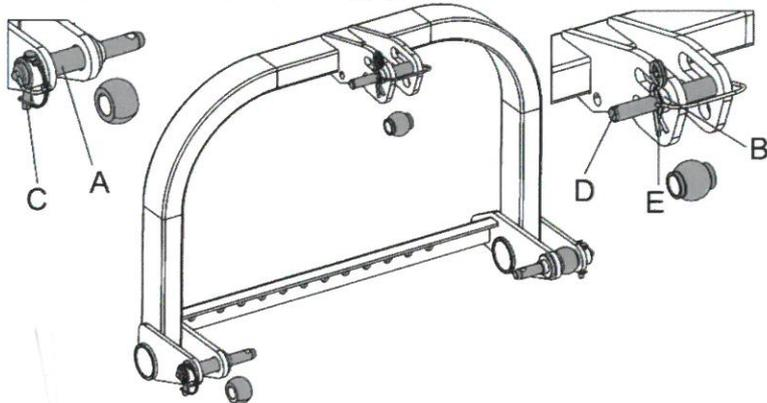

Bild 8: Anbau der Maschine
- Die Bolzen A einsetzen und Stiften C (Bild 8) sichern.